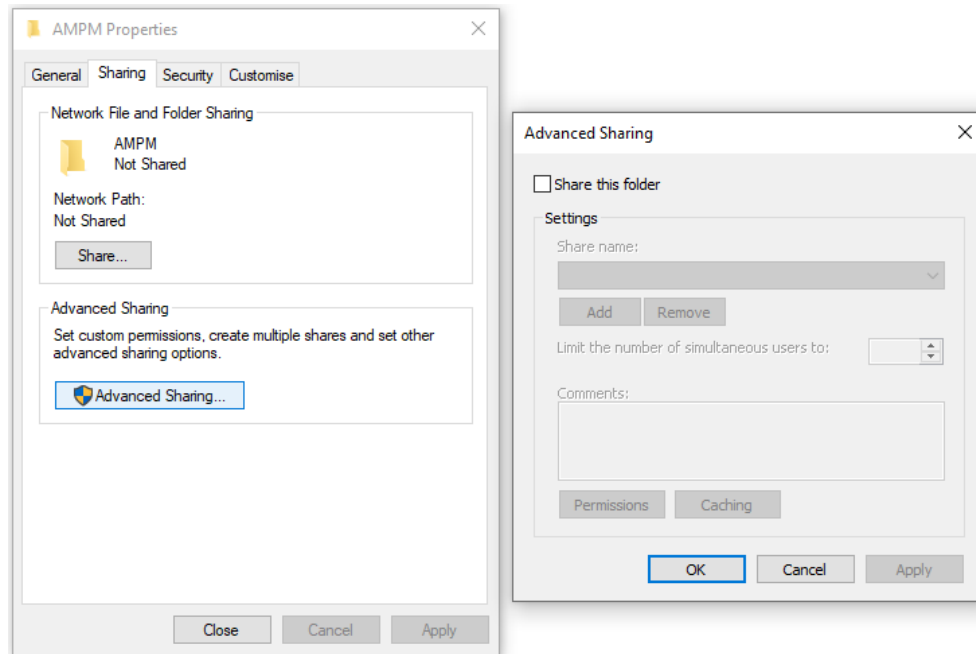

Figure 44 AMPM Data, clic droit, puis Properties (Propriétés)
1. Accédez au dossier AMPM Data, faites un clic droit et sélectionnez **Properties** (Propriétés). Sélectionnez l'onglet **Sharing** (Partage), puis cliquez sur **Advanced Sharing** (Partage avancé) (voir la Figure 44).